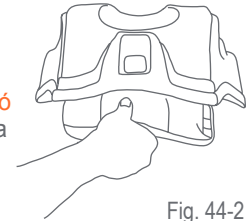

Fig. 44-2
- Si el Indicador del Ángulo del Asiento muestra CUALQUIER rojo, el Asiento de Seguridad está **demasiado vertical** o **demasiado reclinado**. Si el asiento está demasiado vertical, extienda la pata a una posición a la vez hasta que no aparezca el color rojo. Para extender la pata de la base, jale hacia abajo sobre la manija para la mano, como se muestra en la Fig. 44-2 mientras sostiene la base. Para retraer la pata, oprima hacia abajo sobre el botón de bloqueo, como se muestra en la Fig. 44-3 ó oprima hacia arriba sobre la pata. Tenga cuidado para no pellizcarse los dedos a medida que la pata se retrae. Compruebe el indicador de nivel para ver si el asiento ahora queda nivelado.